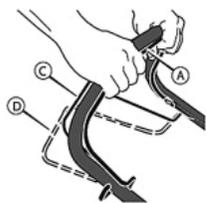

Рис. 6 Положение рычагов остановки двигателя и привода хода
1. Нажмите и удерживайте рычаг остановки двигателя в положении А (Рис. 6). Запустите двигатель
2. Переместите рычаг привода С (Рис.6) полностью вперед. Теперь система привода включена, и газонокосилка начнет двигаться вперед.
Для выключения только системы привода, отпустите рычаг привода (С). В выключенном положении D (Рис.6), газонокосилка прекратит движение вперед, но двигатель будет продолжать работать, а нож вращаться.